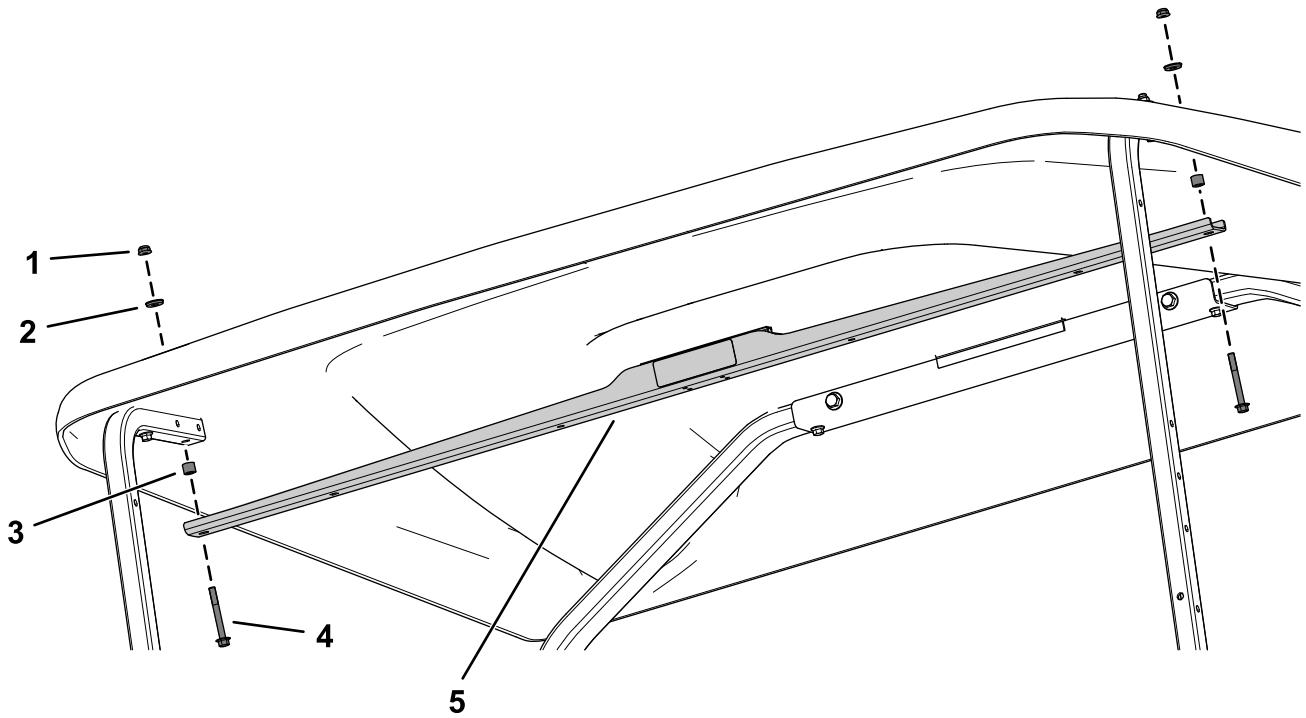

Figura 17
2. Fissate la staffa di supporto del tettuccio ai tubi di supporto anteriori e al tettuccio utilizzando 2 bulloni a testa flangiata ($\frac{1}{4}$ " x 2- $\frac{1}{4}$ "), 2 distanziali ($\frac{1}{4}$ "), 2 rondelle di tenuta e 2 dadi di bloccaggio ($\frac{1}{4}$ ") come illustrato nella Figura 17.